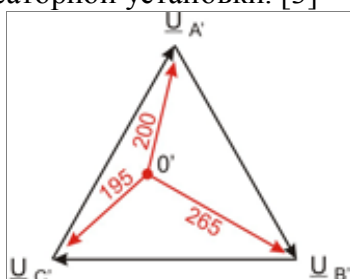

Рис. 6. Векторная диаграмма напряжений генератора.
3. Перекос фаз. Менее заметным, но немало важным фактором влияния на долговечность работы УКРМ является перекас фаз. Перекас фаз - это несимметрия токов и напряжения, явление при котором амплитуды фазных напряжений $0A$, $0B$ и $0C$ не равны между собой и сдвинуты друг относительно друга (Рис. 6.). Основная опасность исходит в первую очередь от перекаса фаз по току, это явление влияет на надежность и качество работы комплектующих конденсаторной установки. [3]